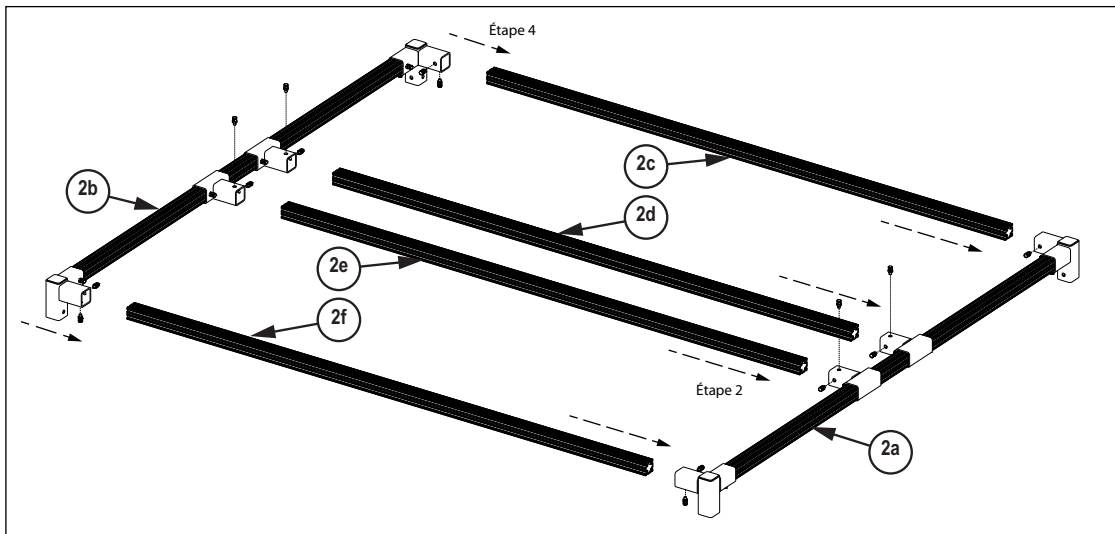

Figure 3-11. Installation de la partie haute du bâti
2. Insérez les barres courtes 2c, 2d, 2e et 2f dans les connecteurs sur le côté 2a comme sur la Figure 3-11.
4. Insérez les barres courtes 2c, 2d, 2e et 2f dans les connecteurs sur le côté 2b comme sur la Figure 3-11.